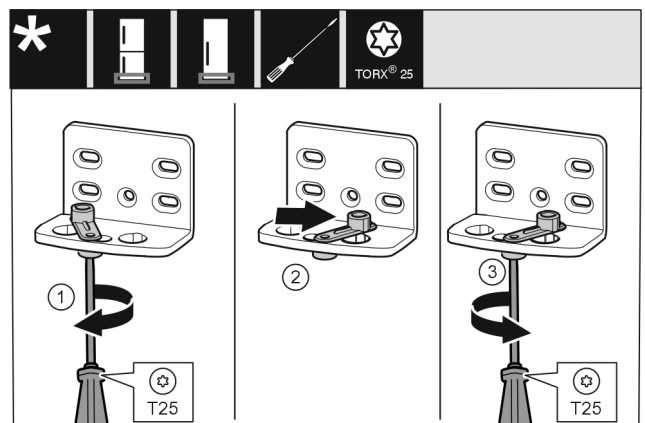

Fig. 9
- ▶ 用 T25 螺丝刀拧松螺钉。 Fig. 9 (1)
- ▶ 将关门辅助装置提起并向右 90° 转入钻孔。 Fig. 9 (2)
- ▶ 用 T25 螺丝刀拧紧螺钉。 Fig. 9 (3)